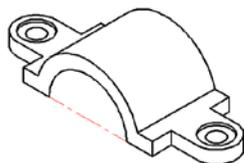
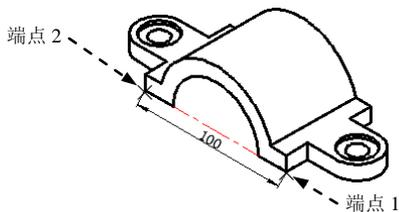
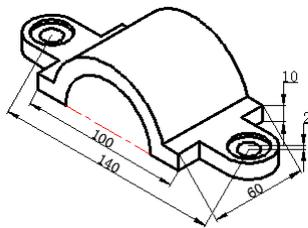

图 12.2.15 绘制中心线
图 12.2.16 创建对齐标注
图 12.2.17 创建其他的对齐标注
Step1. 创建对齐标注。将图层切换至“中心线层”，然后用 **绘图(D)** → **直线(L)** 命令，绘制图 12.2.15 所示的中心线；将图层切换至“尺寸线层”；创建图 12.2.16 所示的对齐标注。选择下拉菜单 **标注(N)** → **对齐(A)** 命令，选取图 12.2.16 所示的端点 1 与端点 2 作为两个尺寸界线原点，在绘图区的空白区域中单击以确定尺寸放置的位置；创建其他的对齐标注（图 12.2.17）。